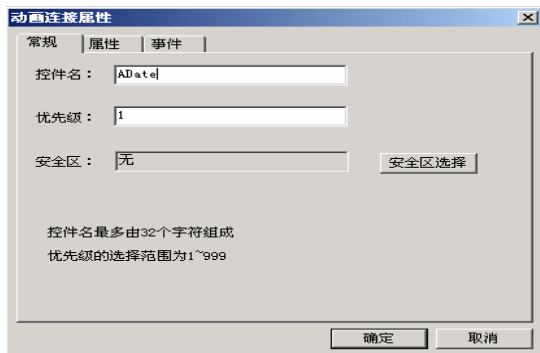
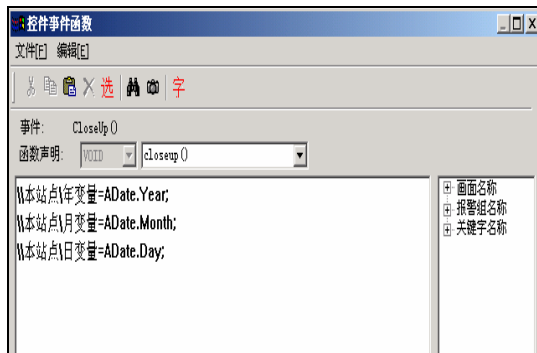

图 4-35 控件动画连接属性对话框
图 4-36 事件命令语言对话框
(4) 双击此控件弹出动画连接属性对话框， 如图 4-35 所示。控件属性设置中控件名为 ADate。双击“事件”属性卡中的“CloseUp”事件， 在弹出的事件命令语言对话框中输入如下命令语言， 如图 4-36 所示：